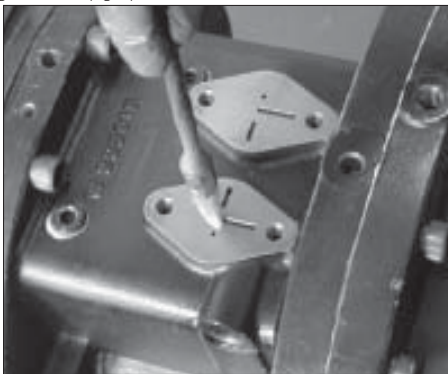

fig.4
- k) utilizzando il pennello, lubrificare adeguatamente le superfici di contatto sia del corpo compressore che della piastra del kit (fig.4 e fig.5)
- k) with the brush, lubricate suitably both the contact surface and the corresponding surface of the plate (fig.4 and fig.5)